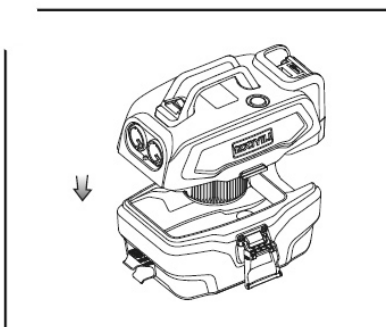

Abb. 11: Zusammenbau
Schritt 5: Setzen Sie nach der Reinigung das Oberteil des Gerätes wieder auf das untere Teil und verriegeln Sie die Verschlusshebel (Abb. 11).